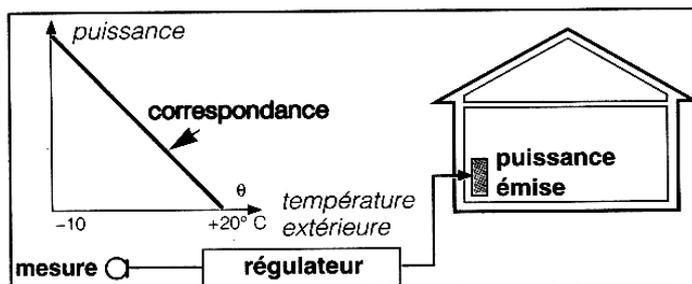

Figure 4.2 – Régulation en boucle ouverte ou en fonction de la température à l'extérieur du local
- **en boucle ouverte**, un thermostat mesure la **température extérieure** et permet à un régulateur d'agir sur les émetteurs de chaleur, sans tenir compte des perturbations intérieures, c'est une **régulation globale du bâtiment** (figure 4.2).